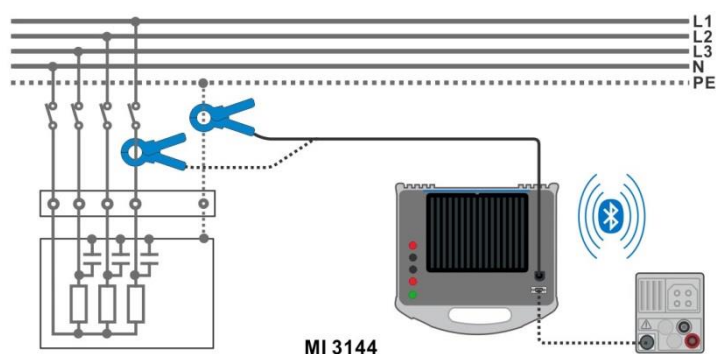

Abbildung 7.78: Stromzangenmessung
- › Verbinden Sie das Prüfgerät MI 3152(H) mit dem MI 3144 Euro Z Adapter über die serielle RS232-Schnittstelle, oder über Bluetooth. Siehe Kapitel **4.6.5.1 Konfiguration der Messadapter**.
- › Überprüfen Sie die Bluetooth Aktiv-Anzeige, wenn das Prüfgerät MI 3144 Euro Z 800 V über Bluetooth mit dem Prüfgerät MI 3152 (H) verbunden ist.
- › Umschlingen Sie das Messobjekt mit der Stromzange. Siehe **Abbildung 7.78**. Detaillierte Informationen finden Sie in der **A 3144 - Euro Z 800 V Bedienungsanleitung**.